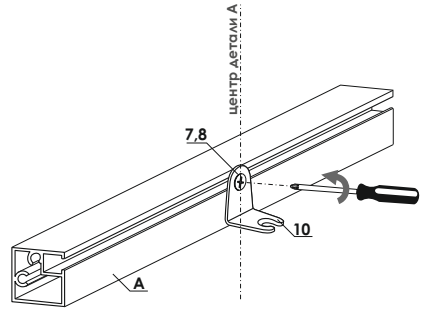

рис. 2.3
- 2.3 Зафиксируйте уголок винтом (рис. 2.3).